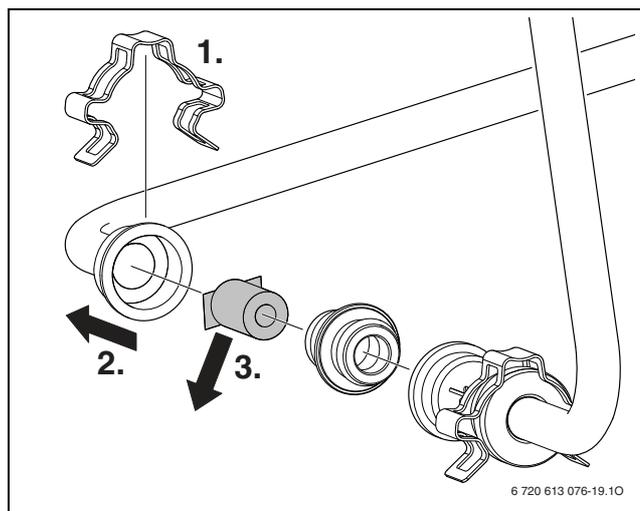

Рис. 34
- Отвернуть трубу холодной воды (→ рис. 3, [24], стр. 6) и проверить загрязненность сетчатого фильтра (→ рис. 34).